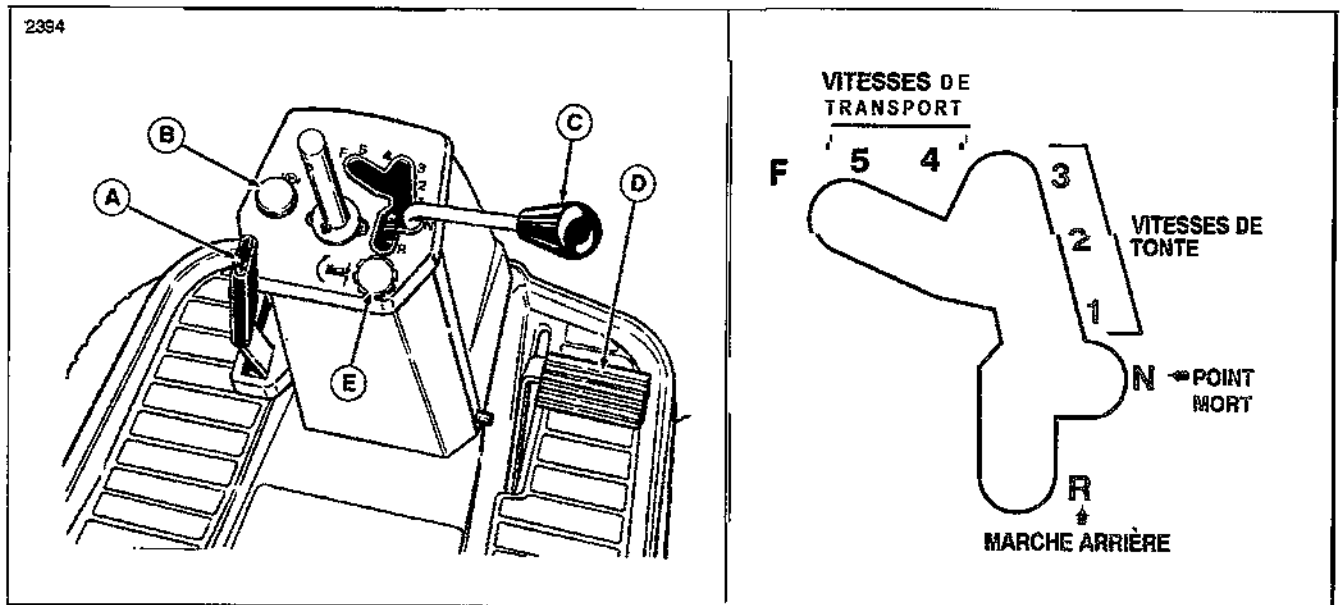

Figure 2. Tableau de bord (présenté sans le volant)
Sur les modèles hydrostatiques, la pédale d'embrayage-frein (D, figure 2) doit être enfoncée à fond pour faire démarrer le moteur.
7. Sur les modèles mécaniques, enfoncez la pédale et sélectionnez une vitesse. Toujours enfoncer la pédale pour changer de vitesse. Sur les modèles hydro, mettre le levier de vitesse en position avant ou arrière. En position avant, choisissez entre la vitesse de tonte ou la vitesse de transport (voir fig.2 page 8). N'appuyez pas sur la pédale pour changer la vitesse de tonte ou de transport.